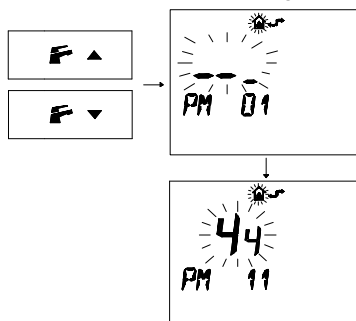

Figura 5.39
- Premere i pulsanti $\blacktriangledown$ o $\blacktriangle$ per visualizzare la programmazione "PM11" della postcircolazione pompa (Figura 5.39).